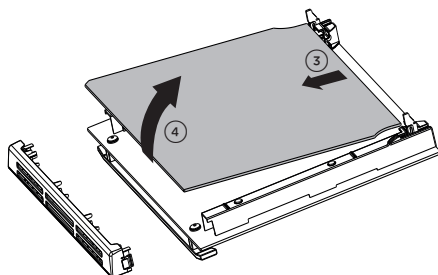

Fig. 10.22
- Sollevare ed estrarre delicatamente il vetro interno sganciandolo dagli arresti inferiori. Non inclinare troppo il vetro per evitare di danneggiarlo (fig. 10.22).